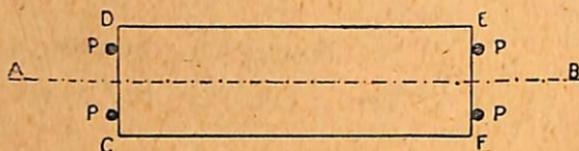

Fig. 46. — Colocar dos encontros
*Colocar no lugar as peças de encontro (Fig. 46)*